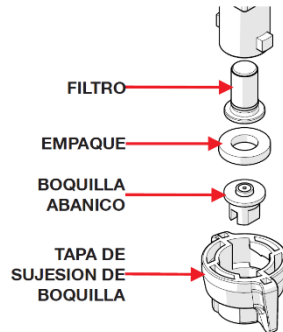

FIGURA 8
- Lave los accesorios de la ASPERSORA, lo más recomendable es quitar boquillas, filtros, empaques (*ver FIGURA 8*) y colocarlos en una cubeta con agua limpia para después tallarlos con un cepillo dental, una vez concluido esto, vuelva a colocar las piezas en su lugar.